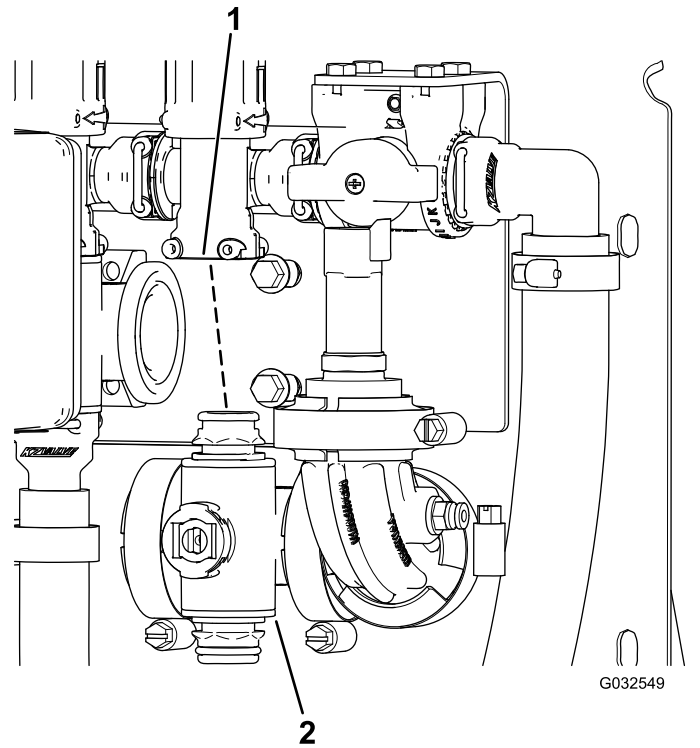

図 110
3. 機体から個別ブームマニホールドを取り外す 図 110。